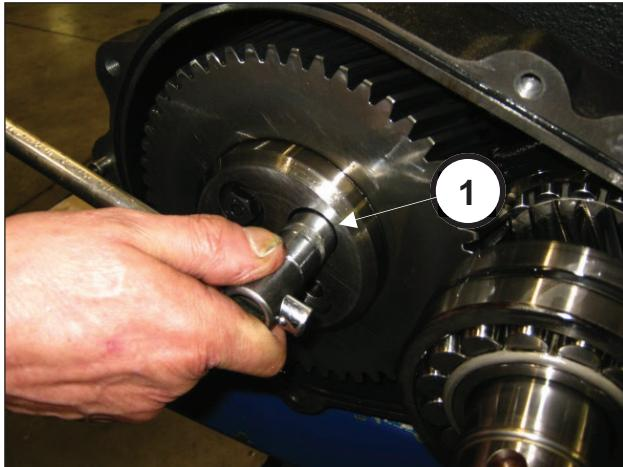
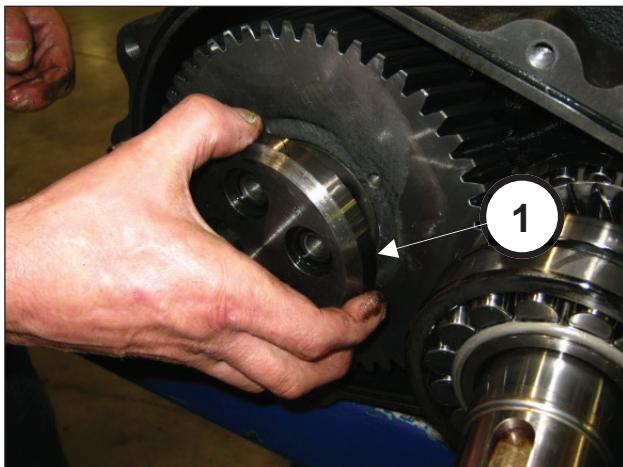

Fig. 10
Fig. 11
L'opération terminée, déposer le couvercle de réducteur. Dévisser les vis de fixation de l'immobilisateur de couronne (rep. ①, Fig. 10) et le déposer (rep. ①, Fig. 11).